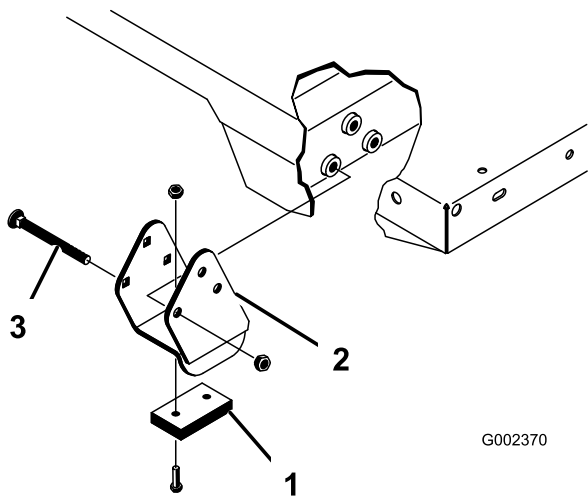

Рисунок 36
**Примечание:** Убедитесь в том, что распорный кронштейн и износная колодка (Рисунок 36) установлены на свои места. Головки каретных болтов должны находиться внутри машины.
2. Аккуратно установите кузов на раму автомобиля, совместив отверстия в задней шарнирной плите кузова с отверстиями в заднем швеллере рамы, и установите 2 штифта с отверстиями под шплинт и шплинты (Рисунок 36).
3. На опущенном кузове закрепите конец каждого штока гидроцилиндра в соответствующих пазах в монтажных плитах кузова с помощью штифта с отверстиями под шплинт и шплинта. Вставьте штифт с отверстиями под шплинт с наружной стороны кузова, при этом шплинт должен находиться снаружи (Рисунок 36). Задние пазы служат для монтажа полноразмерного кузова, а передние пазы - для монтажа кузова размером 2/3.